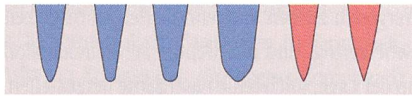
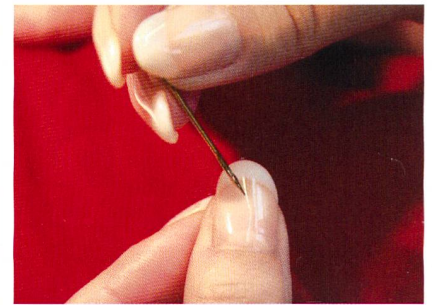

Abb. 7: Nadelspitzen aus dem Groz-Beckert Portfolio
Abb. 8: Nadelspitzenprüfung
- Elastananteil die FG-Spitze (Abb. 7). Für eine optimale Prozesssicherheit muss die Nadelspitze regelmässig geprüft und falls nötig rechtzeitig ausgetauscht werden (Abb. 8).